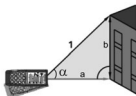

Fig. 12 : Mesure distance avec calcul trigonométrique
3. Placer l'instrument dans le point (1) correspondant à la valeur de l'angle « α » (variable de $\pm 65^\circ$ avec inclinaison transversale non supérieure à $\pm 10^\circ$) souhaitée de la mesure affichée au premier écran et appuyer sur la touche  ou sur la touche latérale **MEAS** (voir Fig. 12).
4. La valeur de la distance « 1 » apparaît à l'écran résultant. La valeur de la distance « a » apparaît dans le troisième écran calculée en tant que : $a = (1) * \cos\alpha$. La valeur de la distance « b » apparaît dans le deuxième écran calculée en tant que : $b = (1) * \sin\alpha$ (voir Fig. 12)